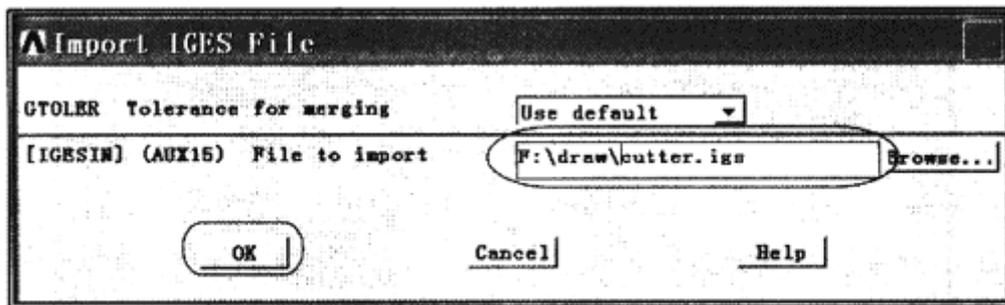

图 10-2 输入 3D 模型
(1)选择 Nodafeaturing，输入 cutter.igs 文件 选取 Utility Menu>File>Import>IGES...，弹出 inputIGESFile 对话框，单击 OK 按钮，弹出 Import IGES File 对话框，如图 10-2 所示。在光盘的 importansysfile 文件夹中选择文件 cutter.igs，单击 OK 按钮调入车刀模型。